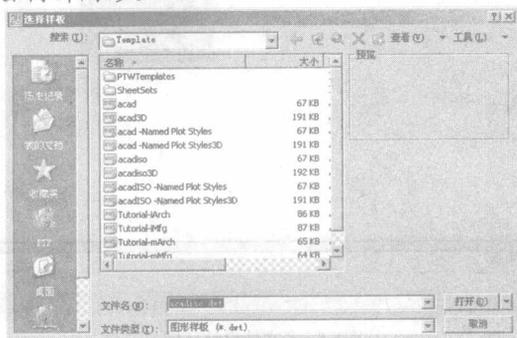

图1-6 【选择样板】对话框
2. 选取菜单命令【文件】/【新建】，打开【选择样板】对话框，如图 1-6 所示。该对话框中列出了用于创建新图形的样板文件，默认的样板文件是“acadiso.dwt”。单击 **打开(O)** 按钮，开始绘制新图形。